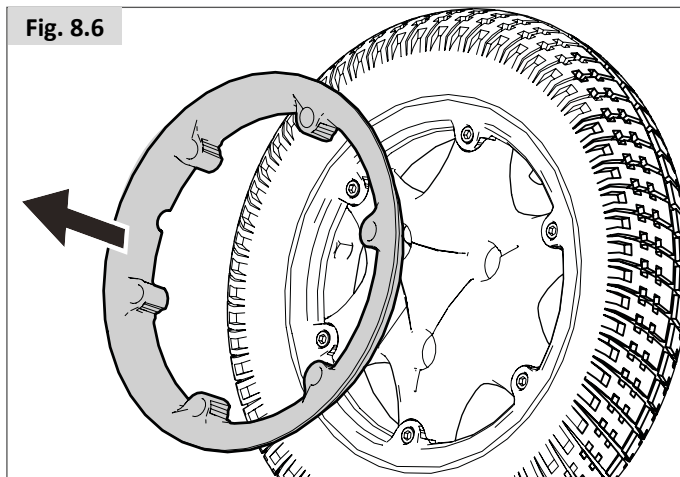

Fig. 8.2
- Anvend en 16 mm AF-styremøtrik til at løsne 3-tapskruerne (Fig. 8.2).